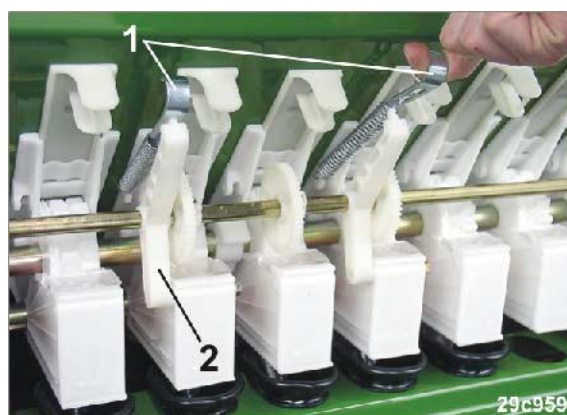

図 223
2. 引張ばね (図 223/1) を副軸のベアリング (図 223/2) から取り外します。